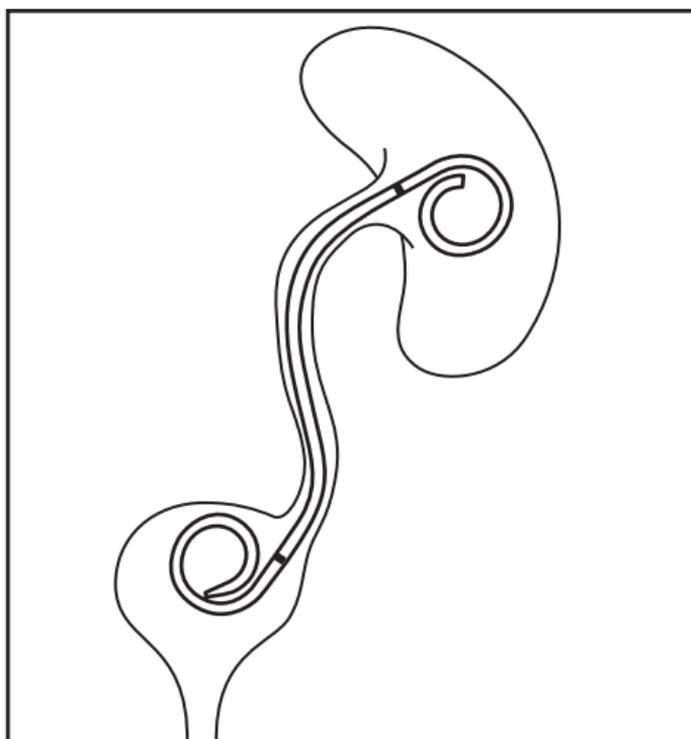

Figure 4. Position appropriée du stent
5. Une fois établie la position proximale et distale du stent appropriée, rétracter la canule de raidissement de 10 cm environ, puis rétracter le guide sur la même longueur. S'assurer que la boucle distale du stent se forme dans la vessie. Chaque stent comporte deux repères radio-opaques, situés à côté des boucles. Voir la figure 4.